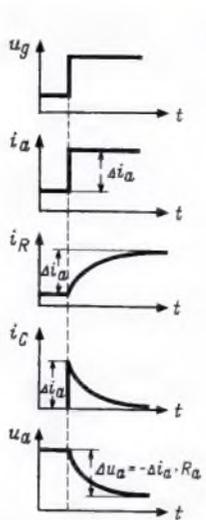

Bild 14. Zur Definition der Anstiegszeit
Bild 14 zeigt die Form eines Anodenspannungsimpulses, bei der es schwer ist, die Punkte 0 % und 100 % zu finden. 10 % und 90 % sind dagegen genau zu bestimmen. Die Gleichung (12) gilt allerdings nur für eine Stufe, an deren Gitter ein idealer Sprung liegt; die Definition der Anstiegszeit dagegen (Zeit, in der ein beliebig geformter Impuls von 10 % auf 90 % seiner Gesamtamplitude ansteigt) ist gültig und bindend für alle ganz gleich wie geformten Anstiege. Wollen wir z. B. bei einer schädlichen Kapazität von 15 pF einen Impuls von 0,5  $\mu$ s Breite übertragen und dabei gewährleisten, daß der entsprechende verstärkte Impuls nach 0,5  $\mu$ s wenigstens auf 90 % der Maximalhöhe angelangt ist, so verwenden wir Gleichung (13), die den Anstieg von 0 % auf 90 % angibt (gilt ebenfalls nur für eine Stufe, an deren Gitter ein idealer Sprung liegt):